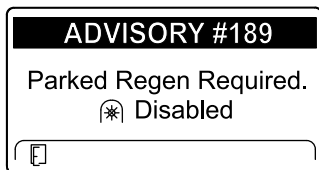

Рисунок 50
- Если вы не выполните стационарную регенерацию в течение 2 часов, дисплей инфо-центра отобразит сообщение «Требуется стационарная регенерация — механизм отбора мощности выключен» — ИНФОРМАЦИОННОЕ СООБЩЕНИЕ № 189 (Рисунок 50).